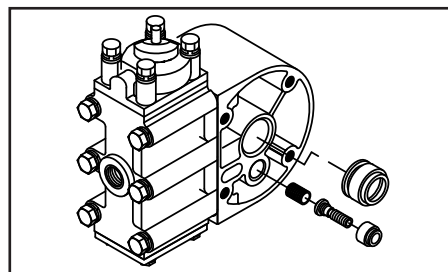

Figure 22
- Sortez le palier (voir figure 22).
- Ensemble du pilote du distributeur. (voir figures 22)